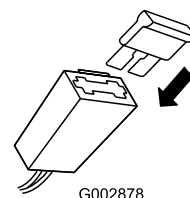

Figura 41
2. Inserite il fusibile nel portafusibili (Figura 41).